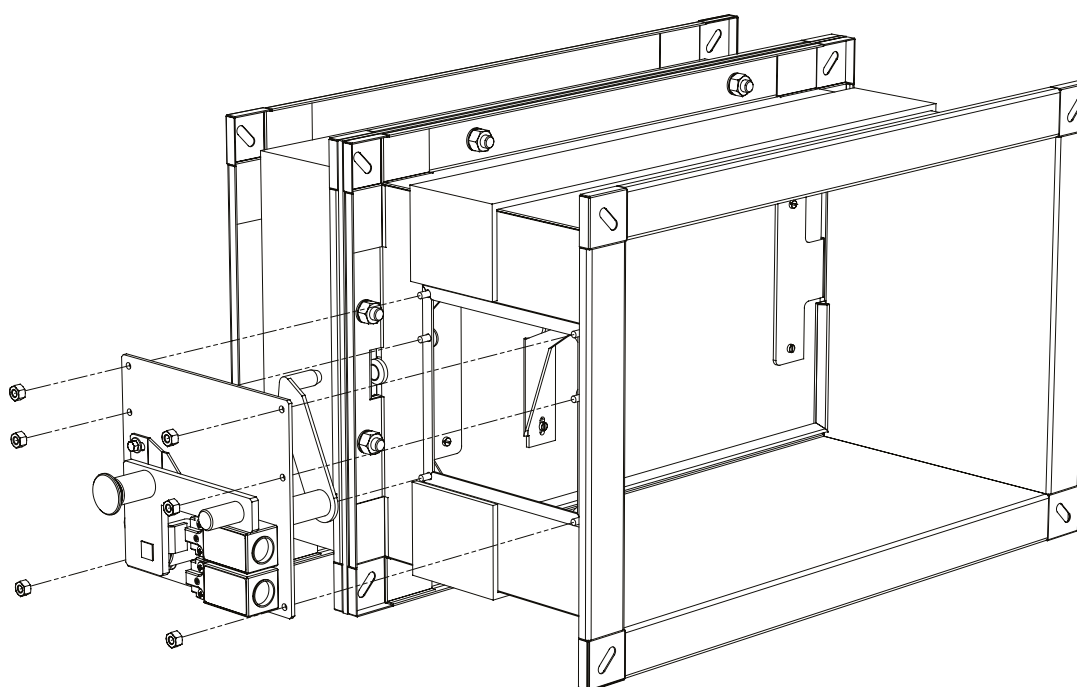

FIG. 3 Estrazione piastra comando manuale
- 4 - Svitare i 6 dadi di fissaggio della piastra (come in FIG. 3);